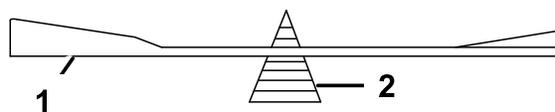

Рисунок 80
2. Проверьте балансировку ножа с помощью балансировочного устройства для ножей (Рисунок 80).